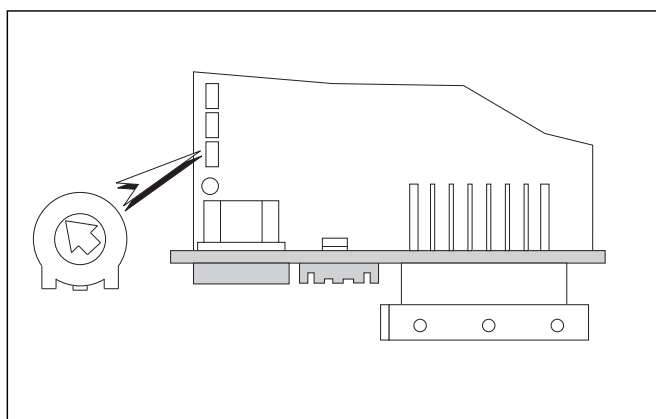

Fig. 15
- c - agir sur le trimmer indiqué dans la fig. 15 en utilisant le tournevis fourni et en s'arrêtant immédiatement quand on voit apparaître/disparaître une tonalité de couleur différente du LED sur le commuta-